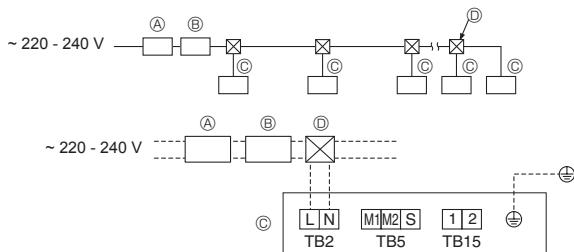

Fig. 5-11
5.3. Güç besleme kabloları (Fig. 5-11)